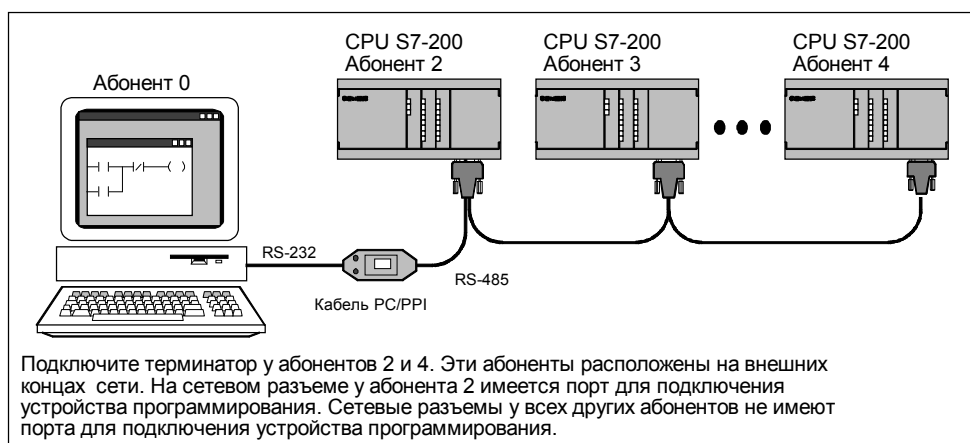

Рис. 8-4. Обмен сообщениями с CPU через кабель PC/PPI
STEP 7-Micro/WIN спроектирован так, что может обмениваться сообщениями в каждый данный момент только с одним контроллером S7-200. Однако Вы можете обращаться к любому CPU в сети (см. рис. 8-4).